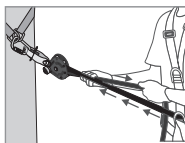
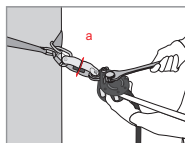

Fig. 3
Fig. 4
Zodra de veiligheidslijn is geïnstalleerd, moet de spanning vooraf worden gecontroleerd door handmatig aan het touw te trekken (aan de kant van de eindknoop – fig. 3). De kam (8) en de klemhendel (4) moeten automatisch in contact komen met het touw. Haal de klemhendel (4) naar beneden en pas door middel van een aangepaste sleutel net zolang spanning toe op de as voor de spanningsinstelling (1) tot de spanningsindicatorring (a) op de spanningsindicator (2) vrij ronddraait (fig. 4). Zodra de spanningsindicatorring vrij ronddraait DEZE NIET VERDER AANDRAAIEN! Dit komt overeen met een voorspanning op de lijn van ongeveer 0.5 kN. Controleer tijdens het gebruik deze spanning regelmatig (rotatie van de spanningsindicatorring) en stel deze indien nodig af zoals hierboven beschreven.